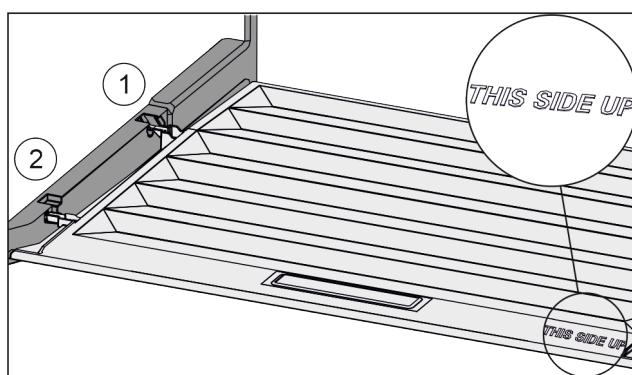

Fig. 95
- Вставити поперечні ребра через отвір заднього тримача Fig. 95 (1) і зафіксувати спереду у тримачі Fig. 95 (2).